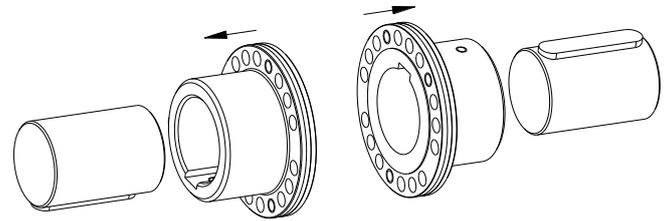

Bild 14: Montage der Kupplungsflansche
- Montieren Sie die Kupplungsflansche auf die Welle der An- und Abtriebsseite (siehe Bild 14).